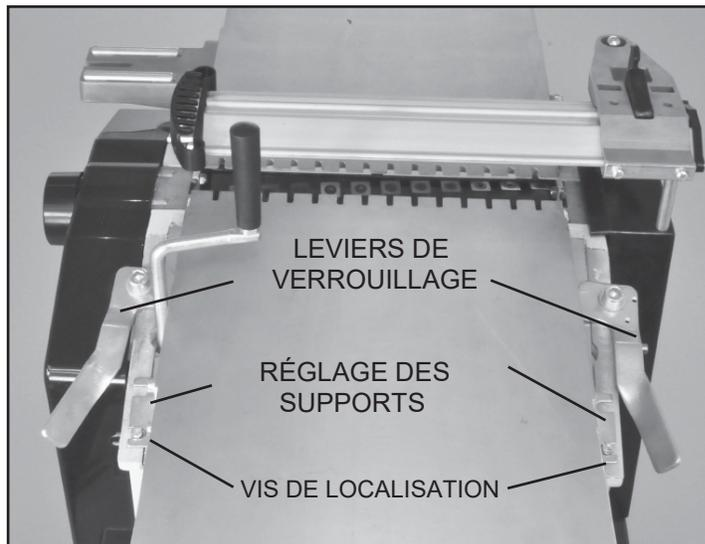

FIG. 12
1. Positionnez la table de sortie sur l'extrémité gauche du châssis de la machine. Les deux supports de réglage (# 158) s'adaptent sur la tête panoramique préinstallée, les vis de positionnement (# 160) sur le cadre pour le positionnement, puis verrouillent la table en place avec les leviers (#233, 234). FIG. 12 et 13.